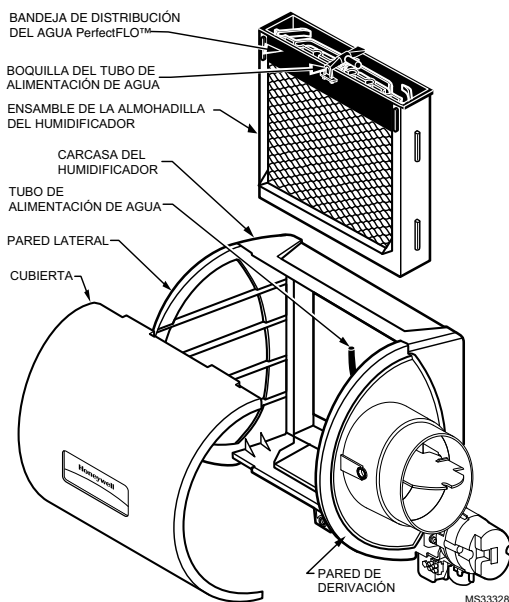

Fig. 18. Limpieza del humidificador.
2. Retire la cubierta del humidificador. Consulte la Fig. 18 en la página 19.